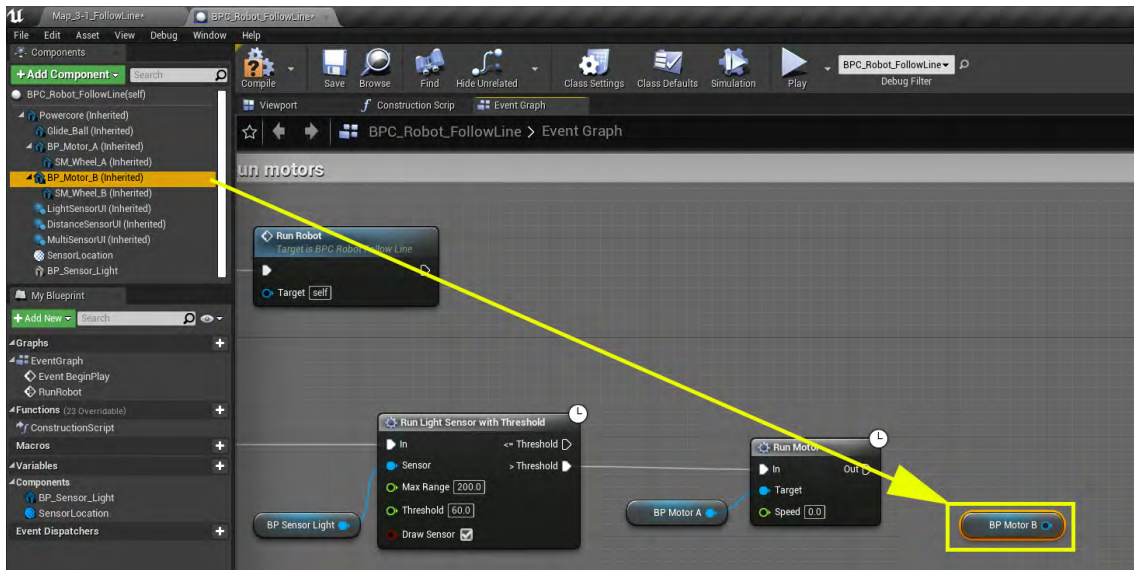

図 3-35
- **[Components]** パネルで、**BP_Motor_B** をクリックして **Run Motor** ノードの右側に引き出して、図 3-35 に示しているように、コードのフロー内に配置します。